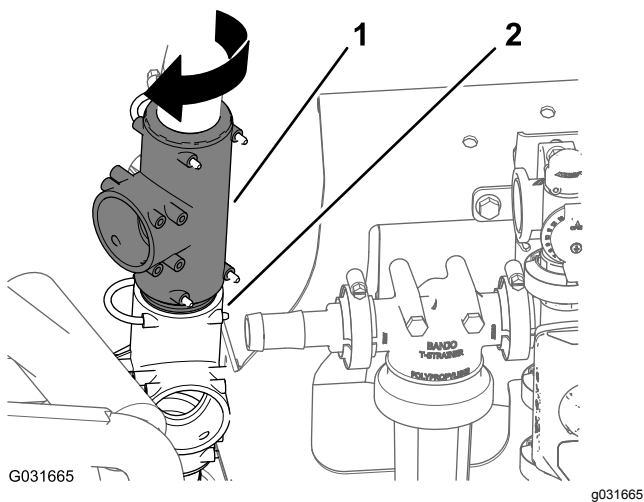

Figura 218
3. Rode a união em T superior aproximadamente 45° no sentido dos ponteiros do relógio (Figura 218).